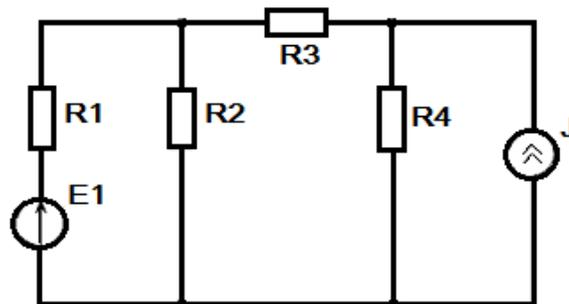

Рис. 1.53. Схема к задаче 2
2. Определить ток I_3 , если $R_1 = 1$ Ом, $R_2 = R_4 = 1$ Ом, $R_3 = 1$ Ом, $E_1 = 110$ В, $J = 2$ А (рис. 1.53).